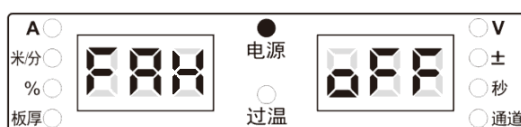

图 3-14 FAH 显示界面
1. 进入内部菜单，调节焊接电源面板旋钮至 FAH，数码管显示如图 3-14 所示。